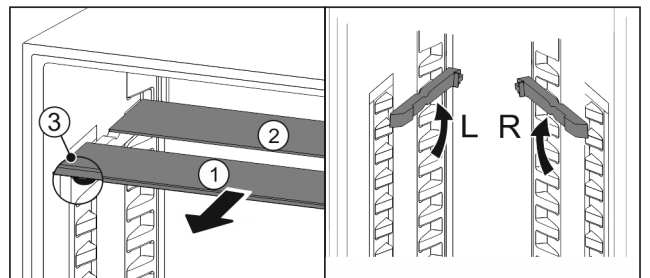

Fig. 159
- ▶ Посуньте Fig. 159 (1) скляну панель вперед.
- ▶ Скляна панель Fig. 159 (1) з декоративною планкою лежить спереду.
- ▶ Стопори Fig. 159 (3) показують вниз.